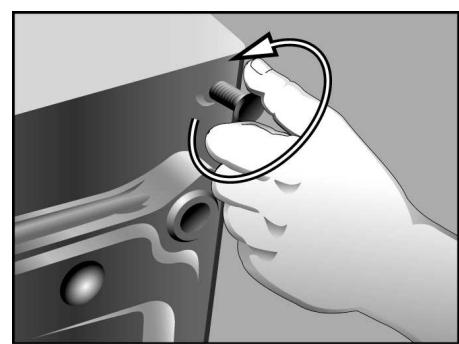

Figure 7
- Enlevez les pieds installés à l'origine sur l'appareil (voir la **Figure 7**). NE PAS réinstaller ces pieds sur le socle. Conservez les pieds de l'appareil au cas où celui-ci doive être réinstallé plus tard sans le socle.